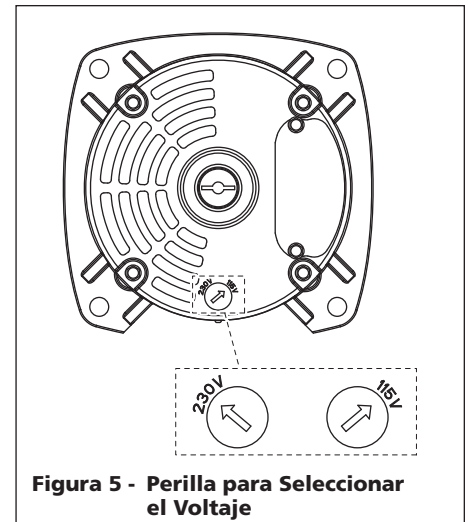

Figura 5 - Perilla para Seleccionar el Voltaje
5. Chequee el voltaje indicado en la placa del motor y cerciórese de que el voltaje de la corriente eléctrica sea el adecuado (consulte la figura 5 en la página 19).
El voltaje de la fuente de suministro eléctrico debe ser similar al de la bomba. Los modelos WLS75, WLS100 y WLS150 le ofrecen un sistema de voltaje doble y vienen de fábrica para funcionar a 230 voltios. Para conectarlas a circuitos de 115 voltios simplemente gire la perilla al voltaje deseado (Vea la Figura 5). Use una pinza (alicate) de punta afilada para halar la perilla aproximadamente un 6,4 mm (1/4"), gírela y colóquela en su posición correcta. **NOTA: El modelo WLS200 no se puede modificar; esta bomba sólo funciona con 230 voltios.**